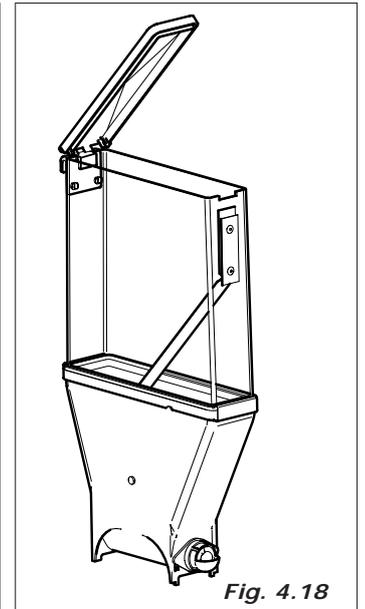

Fig. 4.18
- desmontar las tapas y rampas de producto (Fig.4.18). Sumergir todo en la solución anteriormente preparada